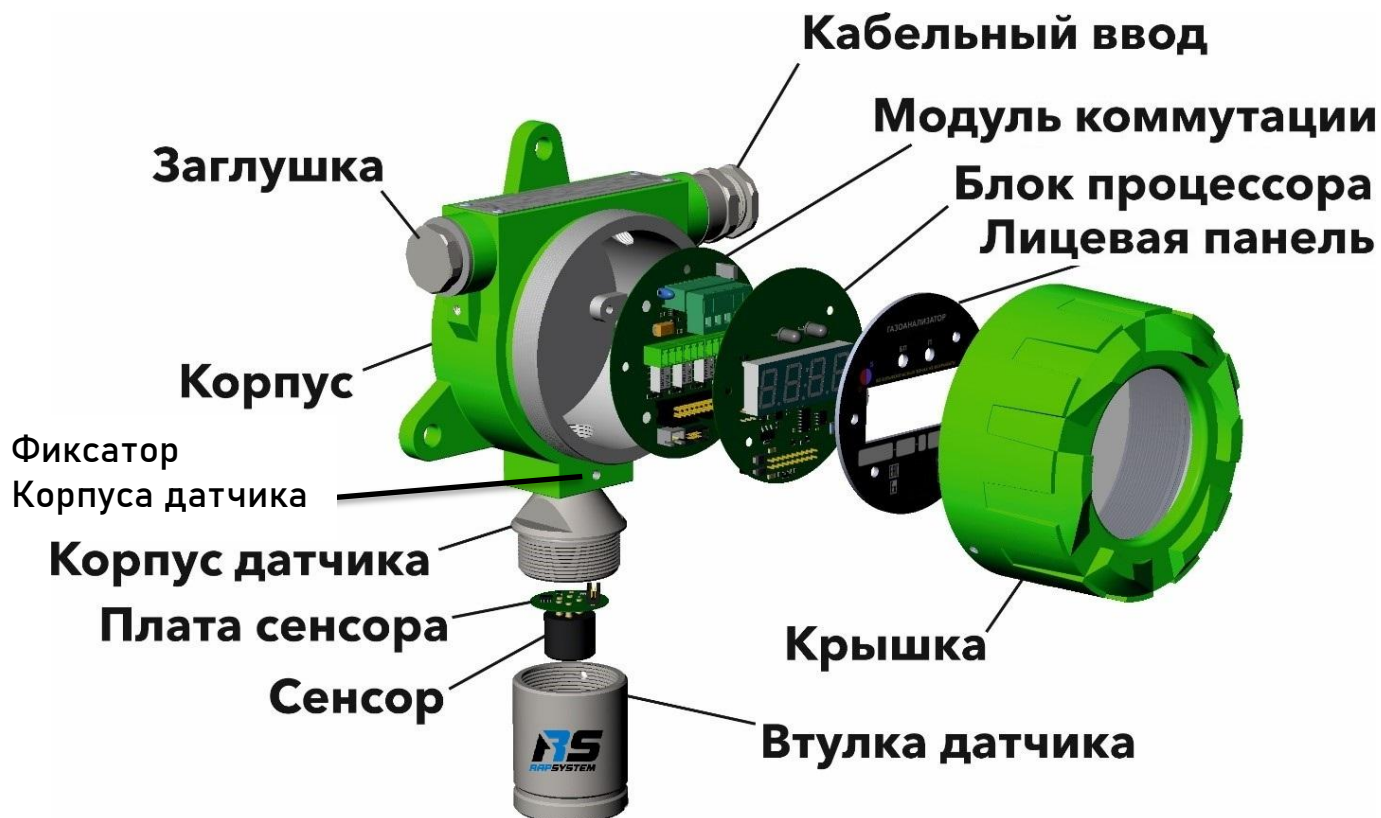

Рисунок 1
3.1.10 При разборке корпуса газоанализатора для доступа к сенсору (например, замене сенсора, чистке фильтра и т.д.) следует **предварительно** ознакомиться с устройством составных частей газоанализатора (рис. 1 и 1.1). Откручивать следует только деталь **Втулка датчика** (против часовой стрелки – ослабив фиксатор на втулке). **Не следует** откручивать детали **Корпус датчика** и **Фиксатор Корпуса датчика** во избежание повреждения шлейфа от модуля сенсора и **Разъема подключения модуля сенсора** (рис. 1.5).